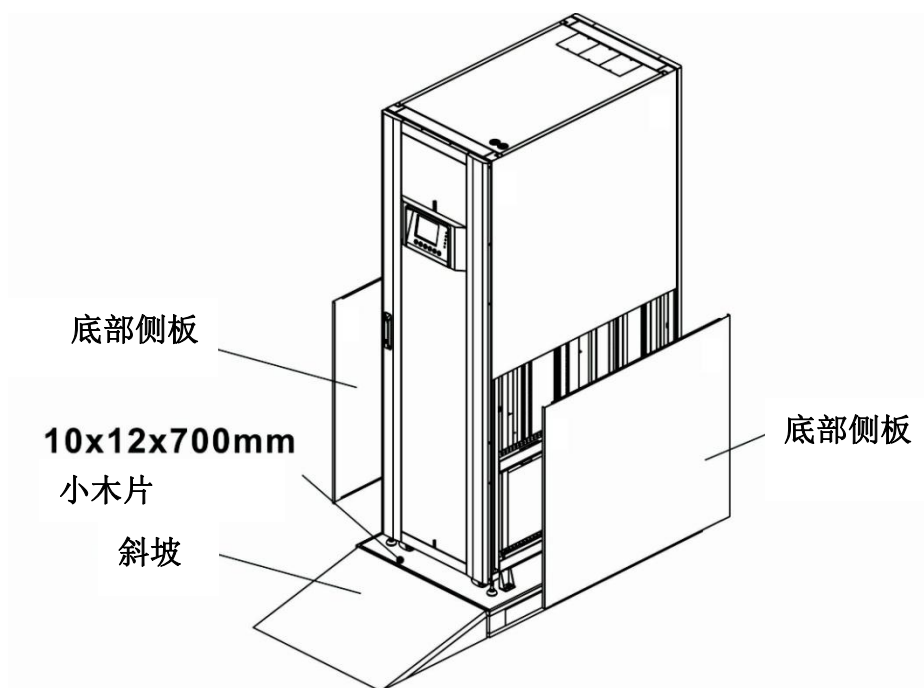

图 2-3
3. 将坡道置于机柜前方，并于接缝处插入小木片。移除机柜两侧的侧板，如图 2-3 所示。